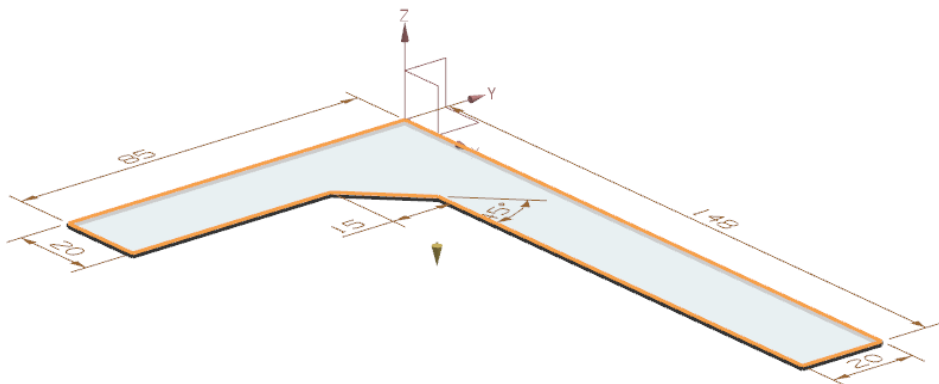

图 11-143 预览所创建的突出块特征
(4) 返回到“突出块”对话框，视图区预览显示如图 11-143 所示的钣金件。